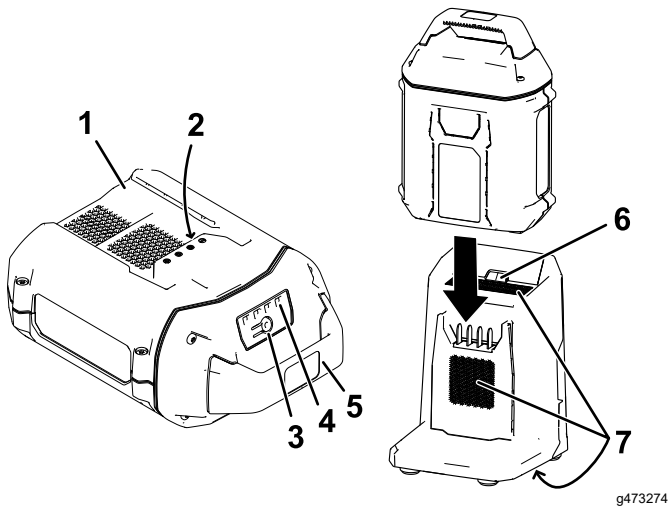

Figura 19
- 2. Alinee el hueco de la batería (Figura 19) con la lengüeta del cargador.
- 3. Introduzca la batería en el cargador hasta que esté completamente asentada (Figura 19).